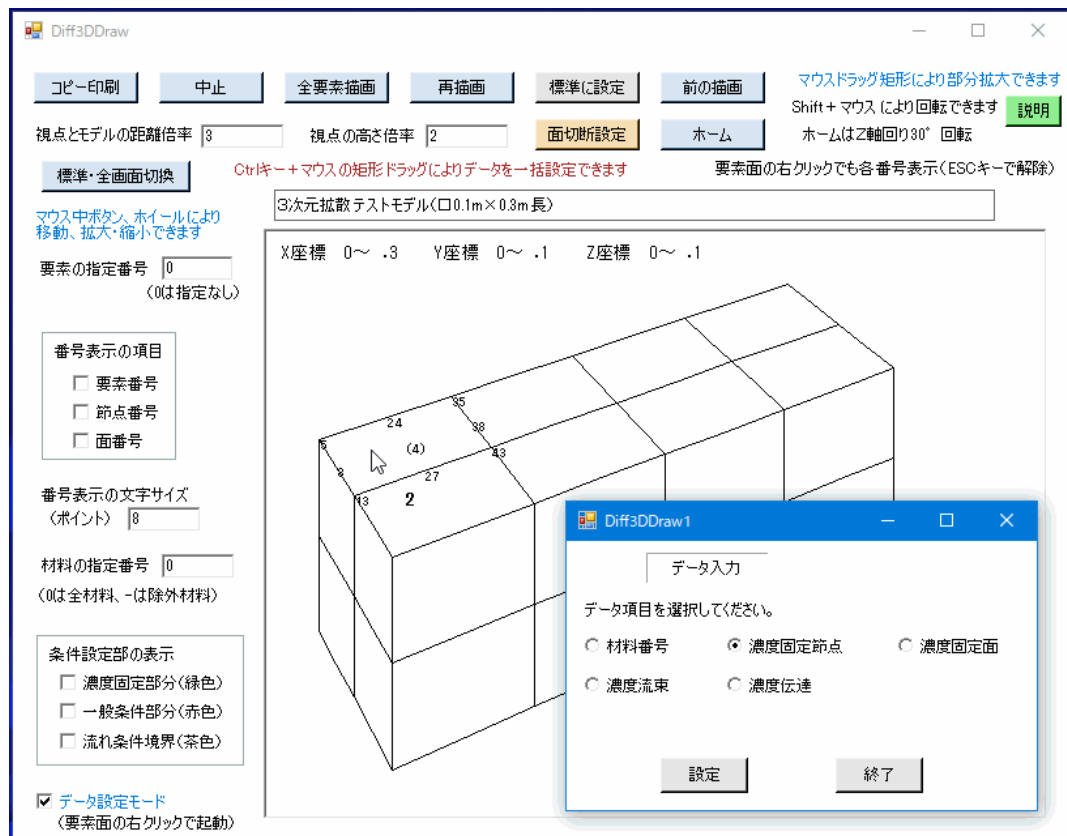
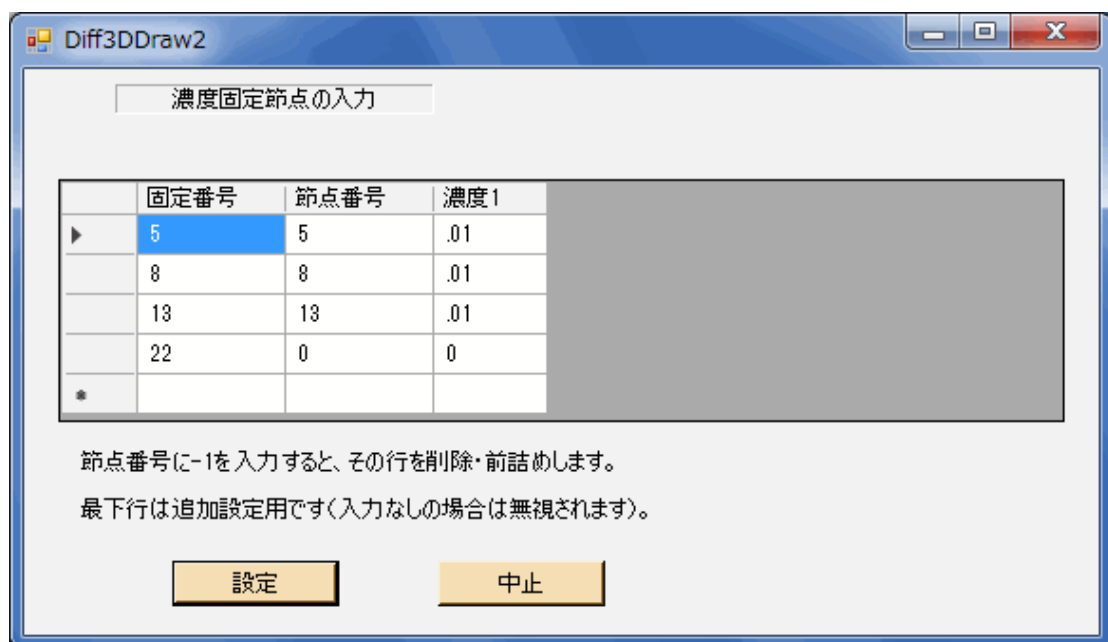

図4-34 構造作画のデータ設定モードにおけるデータ項目選択画面
図4-35 構造作画におけるデータ入力画面例 (濃度固定節点の場合)
16) 「データ設定モード」を選択して、任意の要素面を右クリックすると図4-34のようにデータ項目選択画面が出て、境界条件等のデータ入力・変更を実施できます。ただし、「材料番号」は要素に対するデータ設定となります。
◇図4-34において、データ項目「材料番号」は移流なしの場合に表示されます。また、移流有りの場合、「速度・圧力固定節点」と「速度・圧力固定面」の追加表示が出ます。
◇図4-34の画面でいずれかのデータ項目を選択し、「設定」ボタンをクリックすると図4-35のデータ入力画面に移ります。同図は濃度固定節点データの入力画面ですが、他のデータ項目でも同様です。同図でのデータ入力は、前述の「データ入力・修正」サブメニュー以降の各データ入力画面と同様です。なお、「材料番号」以外の本画面では、表の最下行にデータを追加できるようになっています。図4-35で「設定」ボタンをクリックすると、データ変更が実施されます。